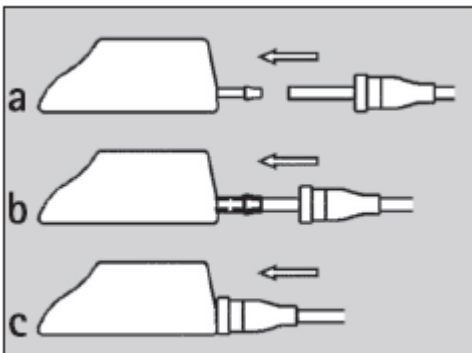

Fig. 11
- O cateter deve ser montado na cânula de saída ao longo do seu eixo (ver Fig. 11 a-b-c) e não sobre o eixo e deve ser completamente montado na cânula de saída antes do anel de conexão deslizar para fora do cateter.